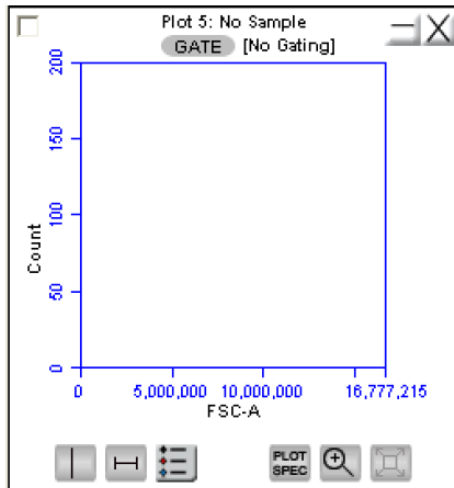

图 4-4. 空白的叠加直方图 plot。
2. 点击叠加直方图工具  工具，打开一个空白的单参数 FSC-A plot (图 4-4)。